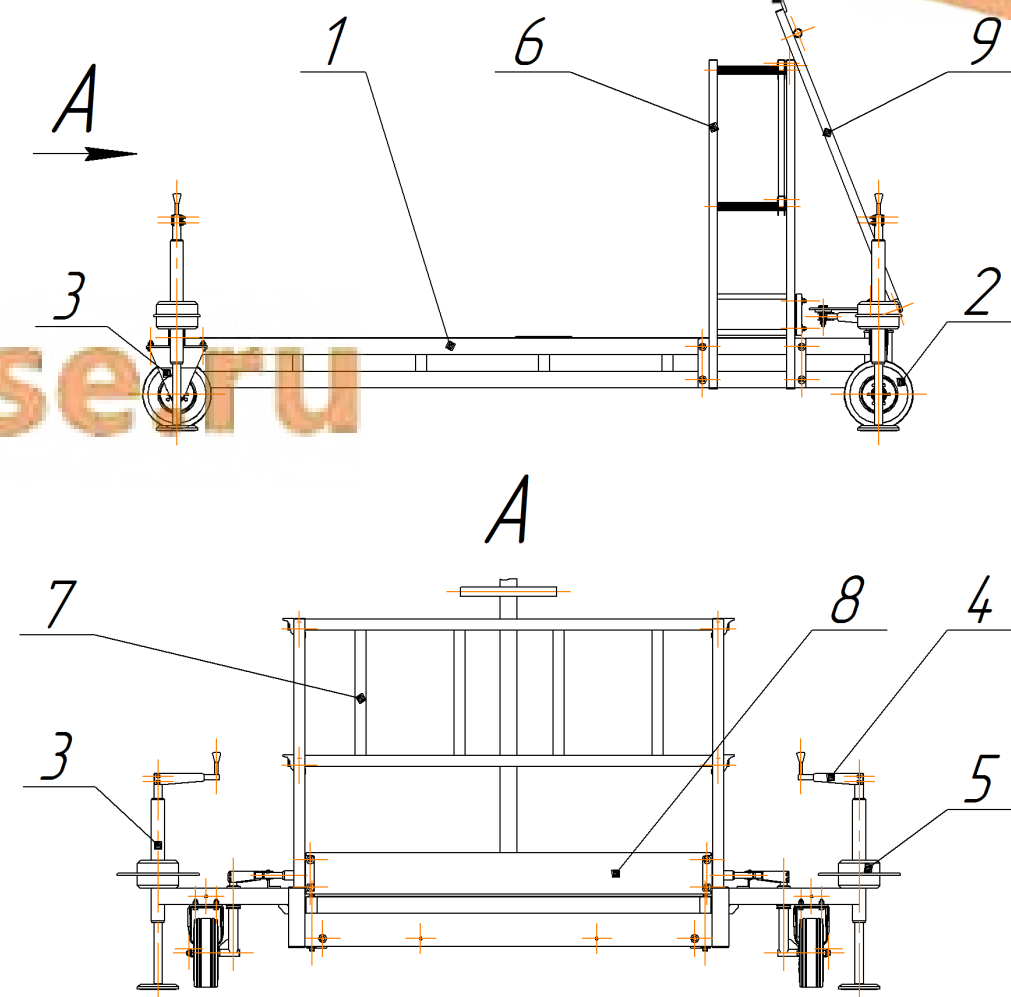

Рис. 1
- 5.1. Соединить ферму несущую 1, мост передний 2 и мост задний 3. Рис. 1.
- 5.2. При необходимости, демонтировать ручки домкратов 4 и установить грузы 5. Установить ручки домкратов 4. Рис. 1.
- 5.3. Установить нижние боковые ограждения 6. Рис. 1.
- 5.4. Установить переднее нижнее ограждение 7. Рис. 1.
- 5.5. Установить борт 8. Рис. 1.
- 5.6. Установить дышло 9. Для удобства, при дальнейшей сборке, дышло 9 опереть на переднее нижнее ограждение 7 и закрепить при помощи троса и карабинов. Рис.1.
6.1. Транспортирование площадки допускается любым видом транспорта с предохранением её от перемещения в транспортных средствах. Крепление к транспортному средству осуществляется посредством дышла 9. Рис. 1.